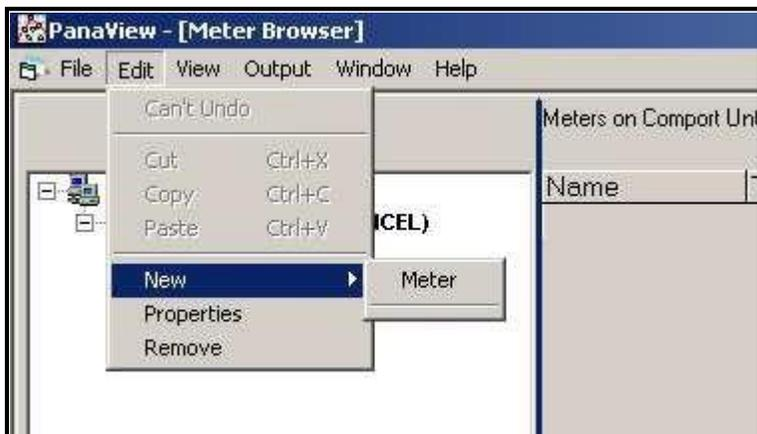

Figura 21: Opção "New" no menu "Edit"
2. Clique na opção "New" no menu "Edit" (veja a Figura 21 a seguir).